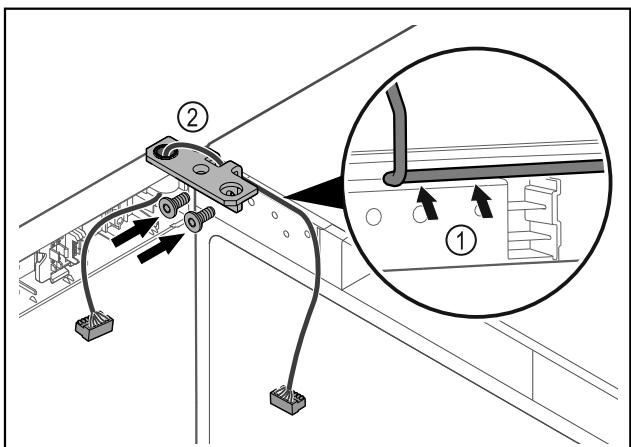

Fig. 46
- Kabel speljite skozi izrez tečaja kotnika in ga previdno zložite Fig. 46 (1).
- Privijte kotnik tečajev vrat Fig. 46 (2).